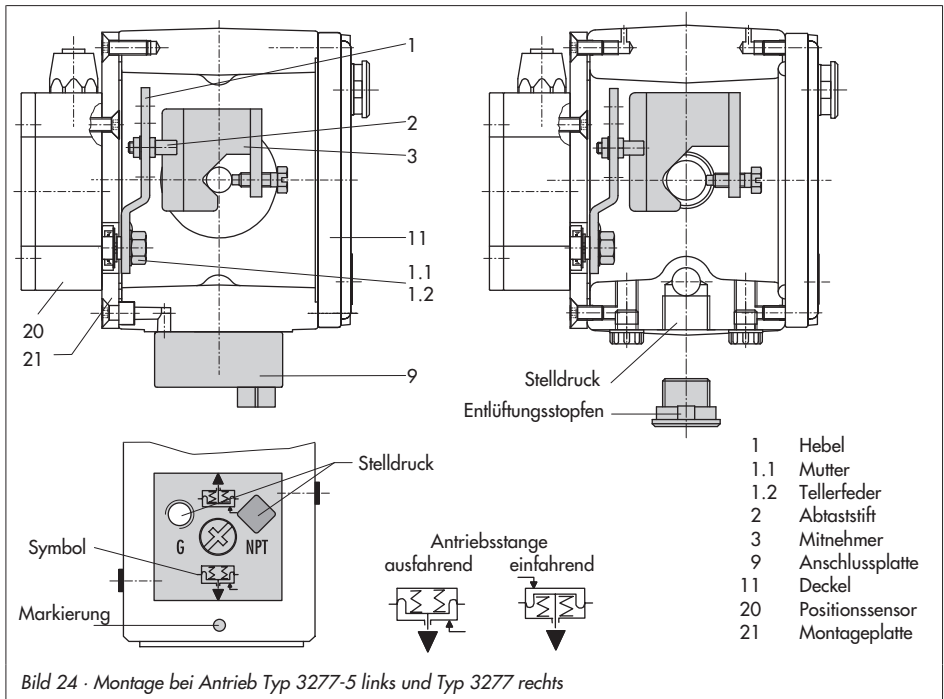

Bild 24 · Montage bei Antrieb Typ 3277-5 links und Typ 3277 rechts
Der Stelldruck vom Stellungsregler wird über den Stelldruckanschluss der Anschlussplatte (9, Bild 24 links) auf die Membrankammer des Antriebes geführt. Dazu zunächst die Anschlussplatte (9) aus dem Zubehör am Joch des Antriebes verschrauben.
- ▶ Anschlussplatte (9) dabei so drehen, dass das für die Sicherheitsstellung richtige Bildsymbol „Antriebsstange ausfahrend“ oder „Antriebsstange einfahrend“ nach der Markierung ausgerichtet ist (Bild 24 unten).
- ▶ Unbedingt darauf achten, dass die Flachdichtung der Anschlussplatte (9) richtig eingelegt ist.